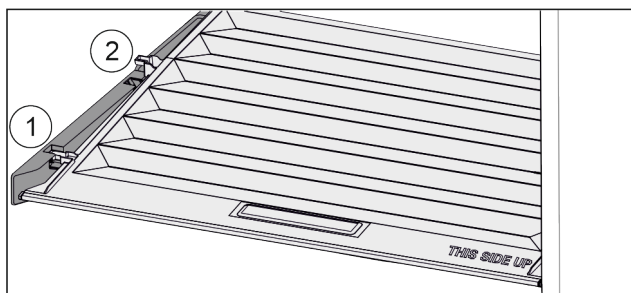

Fig. 115
- Dra locket framåt Fig. 115 (1) till öppningen i fästdelarna.
- Lyft det baktill underifrån och ta ut Fig. 115 (2) det uppåt.